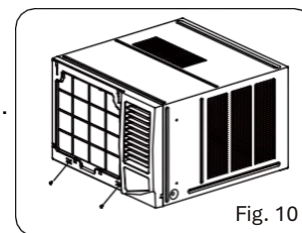

Fig. 10
2. Premere su entrambi i lati e sul bordo inferiore del telaio, e fissarlo con le due viti nella parte inferiore del telaio (cfr. Fig. 10).